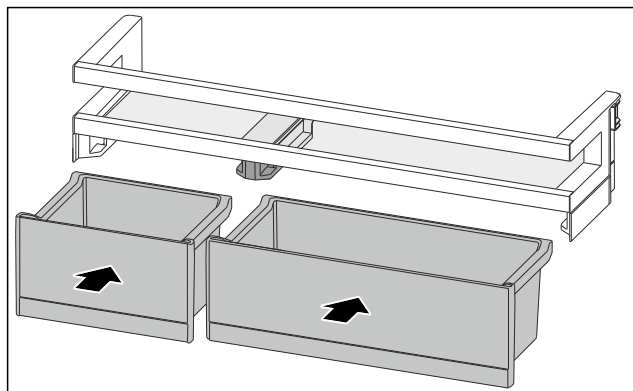

Fig. 159
- VarioBoxy vložte v opačném pořadí. (viz Fig. 159)